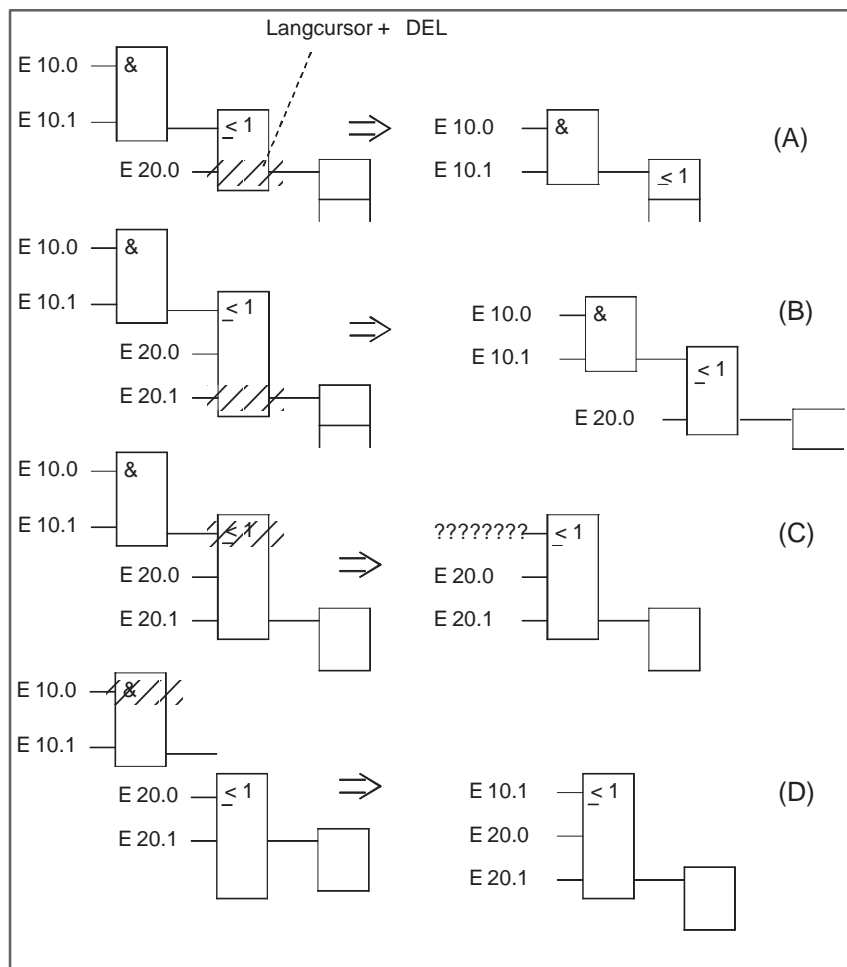

Bild 8-2 Löschen von Operanden und Funktionen (Beispiel)
1. Ein Eingang, der sich unter dem Langcursor befindet, wird gelöscht. Der Funktionsblock selbst wird um den gelöschten Eingang d.h. um eine Zeile verkürzt, siehe Bild 8-2 (A).
2. "Löschen" auf einem beschalteten Eingang entfernt das Funktionsglied oder die Funktionskette vor diesem Eingang. Der Eingang selbst wird danach "unversorgt" dargestellt, siehe Bild 8-2 (B).
3. Ein Funktionsglied mit zwei Operanden-Eingängen wird entfernt. Der jeweils verbleibende Operand besetzt den frei werdenden Eingang des nachfolgenden Blocks, siehe Bild 8-2 (C).